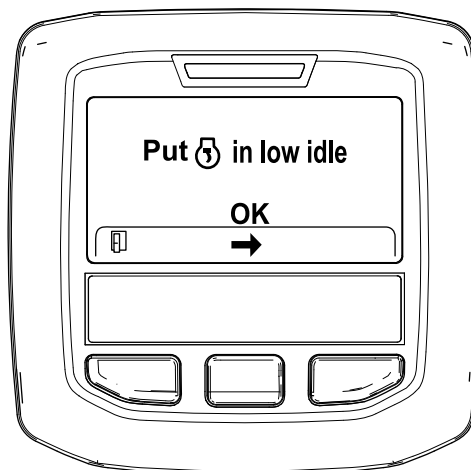

Рисунок 35
6. Переведите дроссельную заслонку в положение МАЛОЙ ЧАСТОТЫ ВРАЩЕНИЯ ХОЛОСТОГО ХОДА и нажмите среднюю кнопку (Рисунок 35).